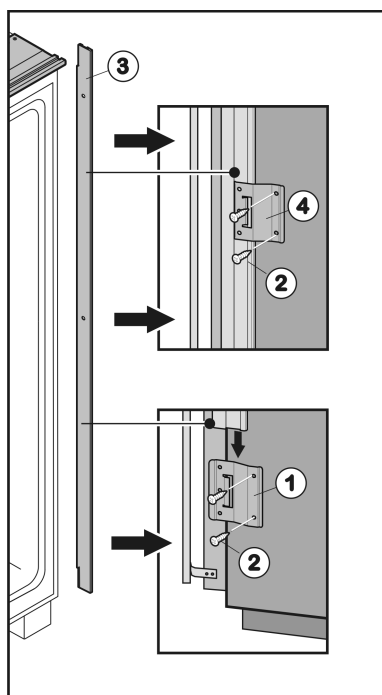
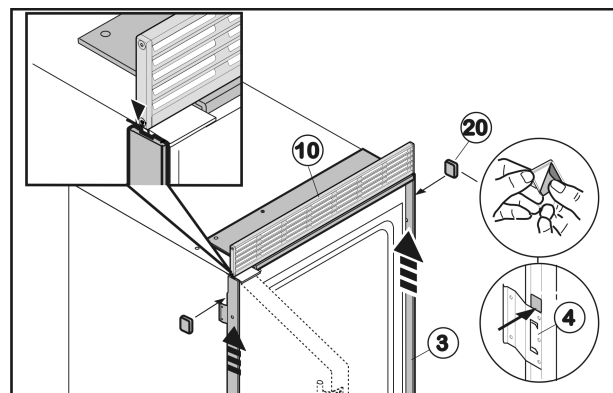
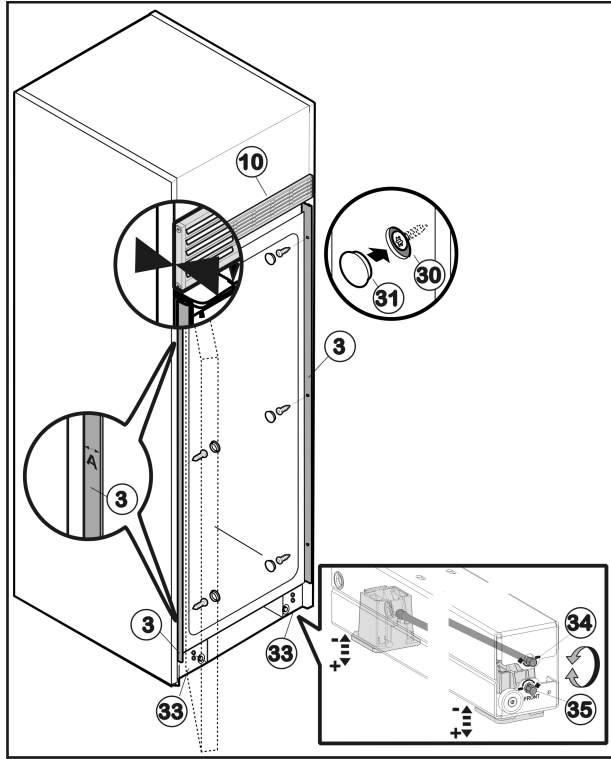

Fig. 32
Fig. 35
Fig. 36
- Monter en-dessous du côté de la poignée la tôle de fixation Fig. 32 (1) avec deux vis Fig. 32 (2) dans les trous pré-perçés.
- Insérer la baguette d'encastrement Fig. 32 (3) par le haut dans la tôle de fixation Fig. 32 (1).
- Pousser la deuxième tôle de fixation Fig. 32 (4) en partant du haut sur la baguette d'encastrement Fig. 32 (3) et visser au centre sur la paroi latérale.
- Pousser la troisième tôle de fixation Fig. 32 (4) en partant du haut sur la baguette d'encastrement Fig. 32 (3) et visser en haut sur la paroi latérale.
- Enlever le ruban adhésif de la baguette d'encastrement Fig. 35 (3) latérale.
- Pousser la baguette d'encastrement Fig. 35 (3) vers le haut jusqu'à ce qu'elle touche la grille de ventilation Fig. 35 (10).
- Coller les pastilles adhésives Fig. 35 (20) au-dessus de la tôle de fixation Fig. 32 (1) et des tôles de fixation Fig. 35 (4) sur la baguette d'encastrement Fig. 35 (3) pour qu'elle ne puisse pas glisser vers le bas.
- Introduire l'appareil dans la niche jusqu'à ce que le bord arrière de la grille de ventilation Fig. 36 (10) affleure le bord avant de la paroi latérale du placard.
- Mettre à niveau l'appareil dans la niche à l'aide d'un niveau à bulle avec le socle à roulettes Fig. 36 (33) : Utiliser la possibilité de réglage supérieure (1/4") Fig. 36 (34) pour le pied réglable arrière et la possibilité de réglage inférieure (1/4") Fig. 36 (35) pour le pied réglable avant. Remonter en tournant dans le sens des aiguilles d'une montre, descendre en tournant dans le sens inverse. Hauteur maximale réglable : 5/8 in (16 mm).
- Vérifier l'écartement en haut et en bas de la niche A entre le bord avant de la baguette d'encastrement Fig. 36 (3) et le bord avant de la paroi latérale du placard. Il doit être de 1/2 " (13 mm). Si nécessaire, réaligner l'appareil dans la niche.
- Fixer l'appareil dans la niche avec trois vis Fig. 36 (30) au niveau de la poignée et de la charnière. Faire attention de ne pas érafler la barre de montage Fig. 35 (3).
- Mettre les caches Fig. 36 (31) sur les vis.